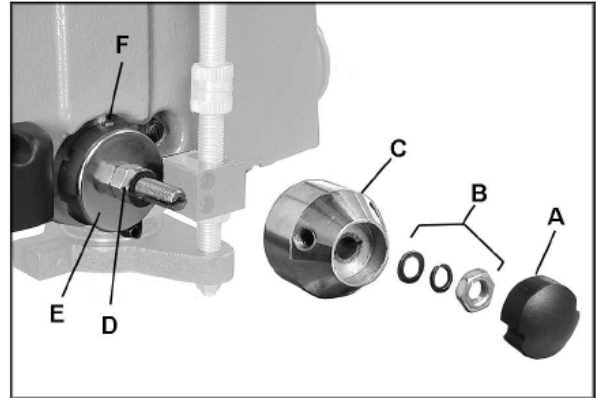

Рис. 19
2. Снимите крышку (А, Рис. 19) и снимите шестигранную гайку и две шайбы (В). Снимите втулку (С).
3. Ослабьте две внутренние шестигранные гайки (D), не снимая их.
4. Вытащите кожух винтовой пружины (Е, Рис. 19), придерживая его. **Следите за тем, чтобы кожух цилиндрической пружины не вращался в руках, иначе пружина может раскрутиться.**
5. Поворачивайте кожух пружины до тех пор, пока перемычка (F) на держателе пружины не зацепится со следующим пазом в кожухе возвратной пружины. Чтобы сильнее натянуть пружину, поверните кожух возвратной пружины против часовой
Время от времени натирайте ремни воском, это обеспечит плавный ход ремня и продлит срок эксплуатации. На станке установлены закрытые подшипники, поэтому смазка не требуется. Чтобы предотвратить коррозию открытых металлических частей стола и основания, регулярно смазывайте их. Не используйте смазку, содержащую силикон или другие синтетические составляющие. Эти вещества могут просочиться в заготовку, тем самым затруднить последующее окрашивание и обработку заготовки. Возвратную пружину шпинделя необходимо смазывать один раз в год, используйте смазку SAE 20. Чтобы залить смазку за кожух возвратной пружины (Е, Рис. 19), используйте ручную маслёнку.